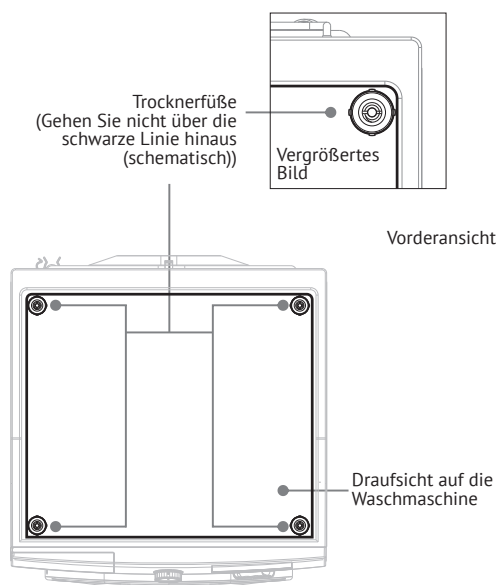

Abb. 3: Anordnung der Trocknerbeine
D. Der Trockner und die Waschmaschine sollten so eingestellt werden, dass die Vorderseite und die Seiten beider Maschinen bündig sind. Stellen Sie sicher, dass die Trocknerfüße auf der großen flachen Oberfläche der Oberseite des Waschmaschinengehäuses aufliegen (wie in Abbildung 3 dargestellt). Stellen Sie die Füße des Trockners so auf, dass sie auf den Kanten der Oberseite der Waschmaschine aufliegen.